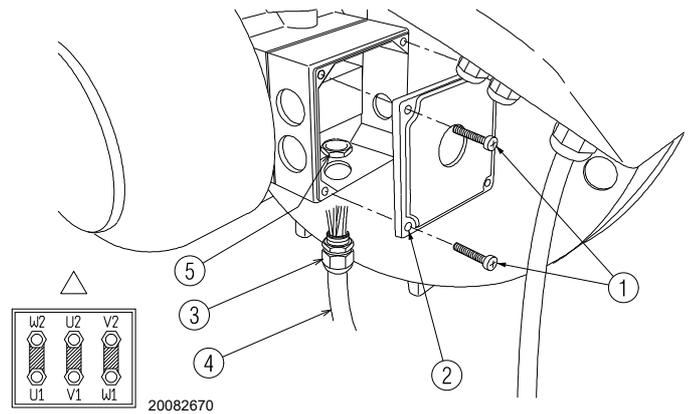

Abb.26
- für den Zugriff auf das Motorgehäuse die vier Schrauben 1)(Abb.26) lösen und den Deckel 2) abnehmen;
- Das Kabel 4) mit dem jeweiligen Anschluss am Motorgehäuse installieren und es sorgfältig mit der Nutmutter 5) befestigen (Abb.26).
- Eine abschließende Sichtprüfung durchführen und durch Eindrehen der 4 Schrauben 1)(Abb.26) das Motorgehäuse schließen.